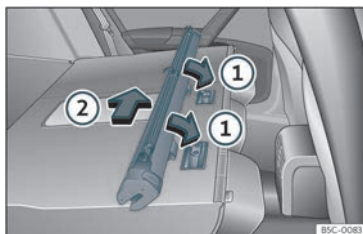

Fig. 123 Montar a rede de separação nos encostos do banco traseiro.
- Coloque a carcaça da rede nos rebaios das calhas de fixação no sentido das setas >>> **Fig. 123 ①**.
- Empurre a carcaça para o lado esquerdo do veículo no sentido da seta >>> **Fig. 123 ②** e até ao limite.
- Puxe da carcaça da rede aproximadamente 5 cm no sentido contrário da seta >>> **Fig. 123 ②**.
- Retire a carcaça das calhas de fixação puxando no sentido contrário ao das setas >>> **Fig. 123 ①**.